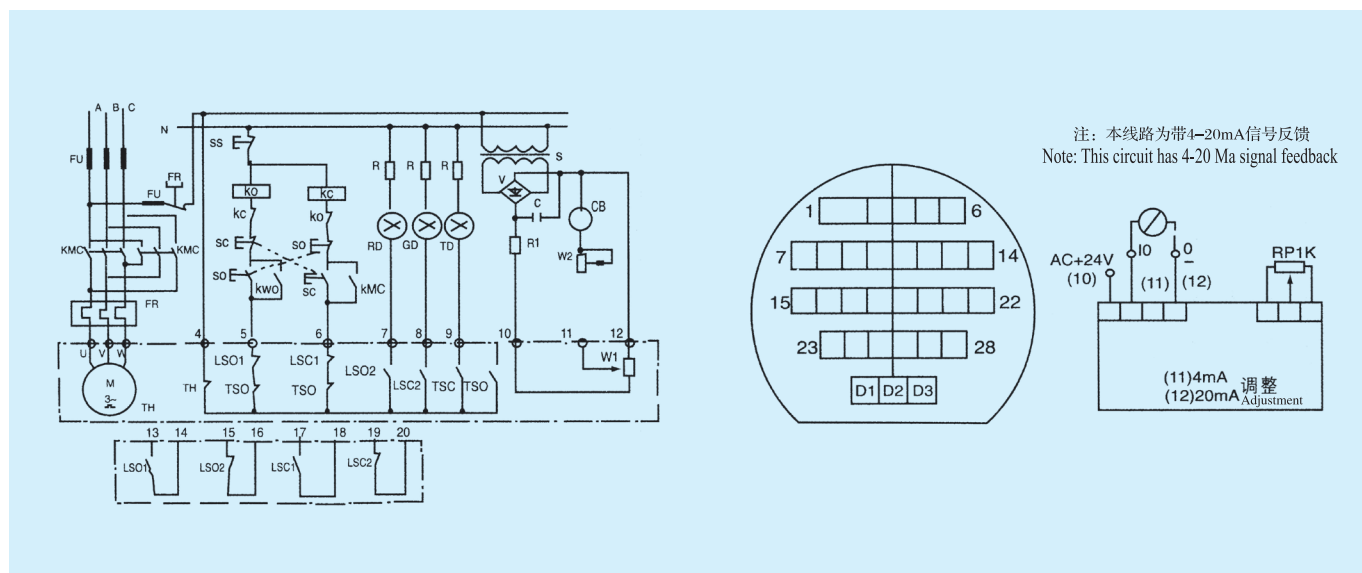

图4,QW电气原理和接线图、QW接线端子
6.1.1、QW的电控原理和接线见图4,电气元件见表6。
6.1.2、QB的电控原理和接线QB的电控原理与QW的相同，见图4。但QB的接线端子不一样，见图5。
- 1.端子号即图 4 原理图中的序号;